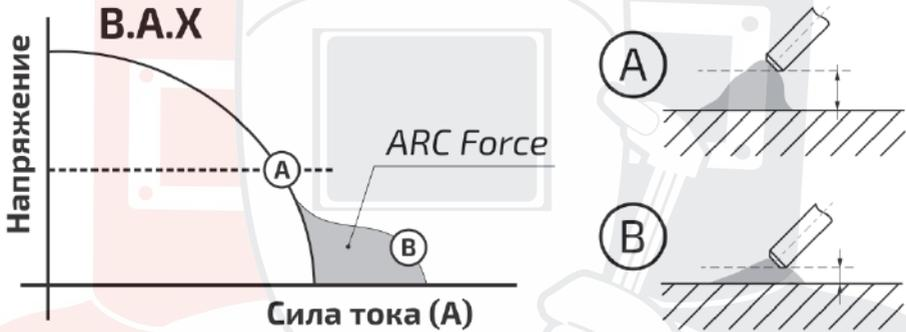

Рис. 10.2.3. Arc Force.
**Arc Force (форсаж дуги)** – рекомендуется применять при сварке покрытыми электродами на малых токах. В процессе сварки происходит автоматическая регулировка силы сварочного тока, что уменьшает склонность к залипанию покрытого электрода к свариваемой детали (см. рис. 10.2.3).